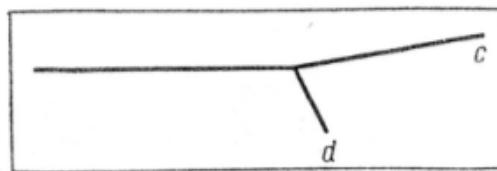

Рис.2
**Задание I:** Определить массу и вид неизвестной частицы по фотографии трека (рис.2).
2. Наложите на рисунок фотографии (рис.2) листок прозрачной бумаги (прозрачную пленку) и осторожно перенесите на нее трек налетающей частицы и продолжите его.